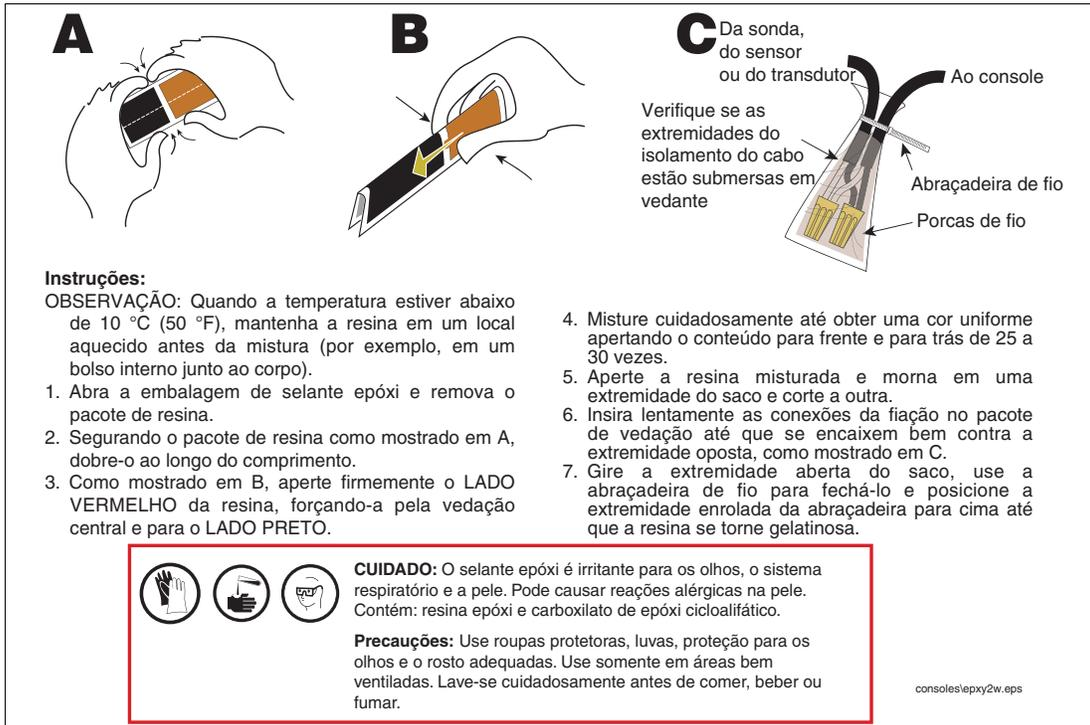

Figura 5. Conexões com dois fios da vedação de epóxi
5. Vede as porcas de fio com selante de epóxi seguindo as instruções na Figura 5.